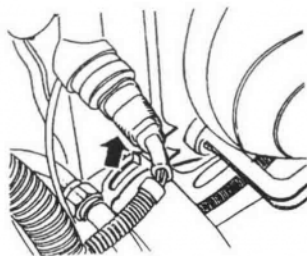

图 1-4 拔下散热器左侧的热敏开关接头
- (8) 拔下散热器左侧的热敏开关接头,如图 1-4 所示。
- (9) 松开散热器上水管的夹箍,拔下散热器的上水管。
- (10) 旋松电动冷却风扇的 4 个紧固螺栓,拆下电动冷却风扇和散热器。